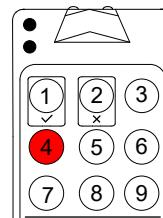

Рис. 8
3. В цифровом поле подсветится кнопка 4 с текущей настройкой, которая соответствует высоте радара 4–5 м (рис. 8)